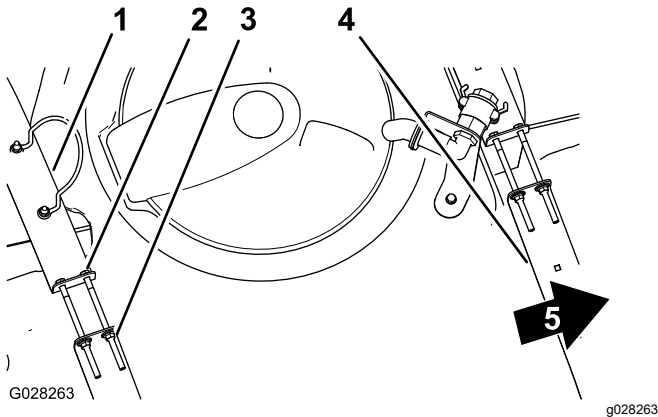

Figure 20
2. Assurez-vous qu'il n'y a pas de jeu entre les sangles de la cuve et la cuve (Figure 20).
3. Si les sangles de la cuve ne sont pas assez serrées, resserrez les contre-écrous à embase et les boulons en haut des sangles jusqu'à ce que ces dernières soient parfaitement en appui sur la surface de la cuve (Figure 20).